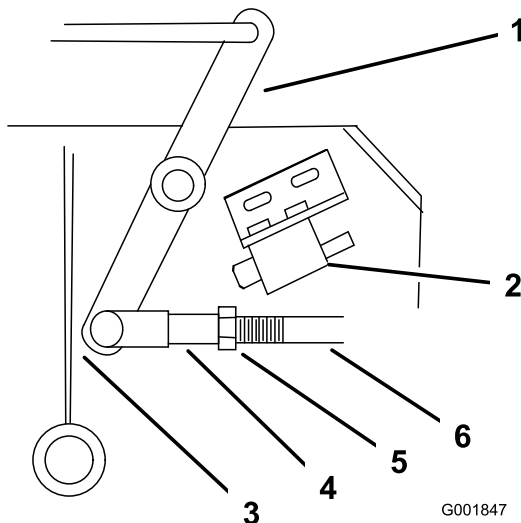

Рисунок 49
4. Отрегулируйте длину рычажного механизма так, чтобы нижний конец коленчатого рычага немного не доходил до опорной вставки оси (Рисунок 49).
9. Ослабьте гайку, прижатую к вилке (Рисунок 49).